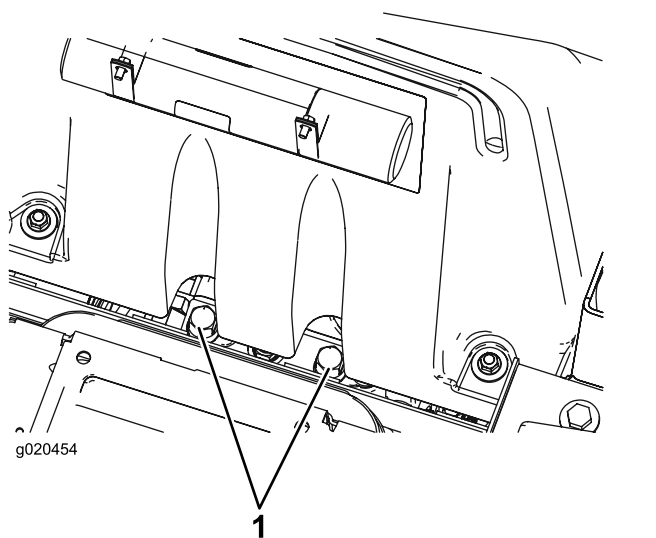

Рисунок 57
1. Поднимите сиденье и найдите перепускные клапаны, расположенные под передней частью топливного бака (Рисунок 57).